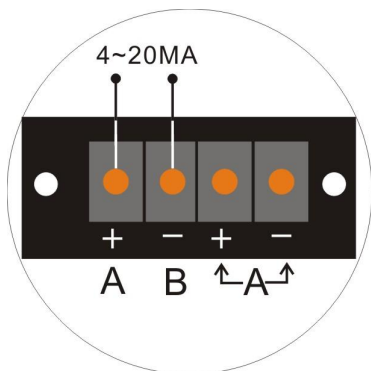

图3 接线盒端子分配图
- ① 负载可接在变送器的正端（实线部分）或负端（虚线部分），如图3示。
- ② 计算理论输出方法二：用现地提供的温度除以量程范围（注意单位一致）再乘 16mA，最后再加 4.00mA 即可，如测量范围为 0~200℃，现地显示的温度为 100℃，则用 100 除以 200 乘 16mA 再加 4.00mA 即 12.00mA。
- 2) 将电缆线按图3所示接线图连线。